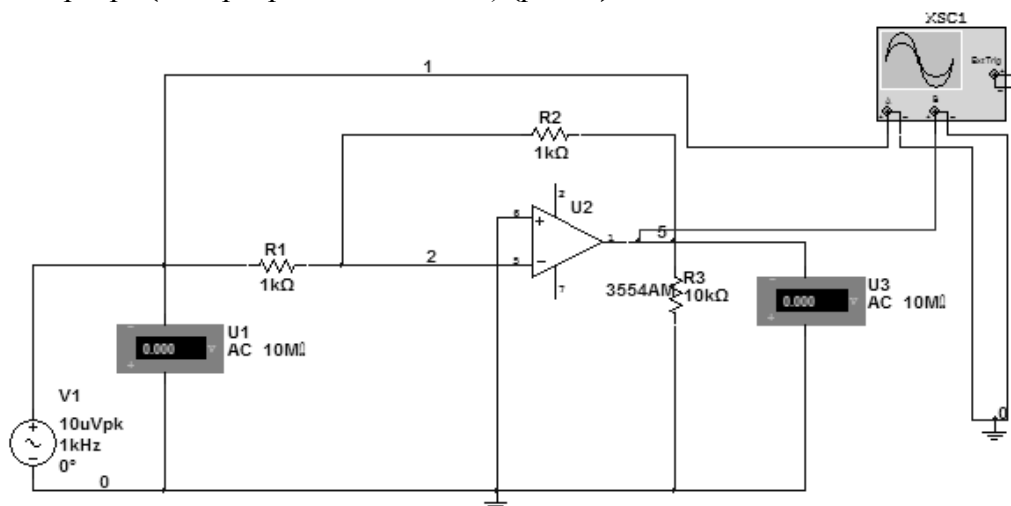

Рис.6
2) инвертора (инвертор на ОУ с ООС) (рис. 6).